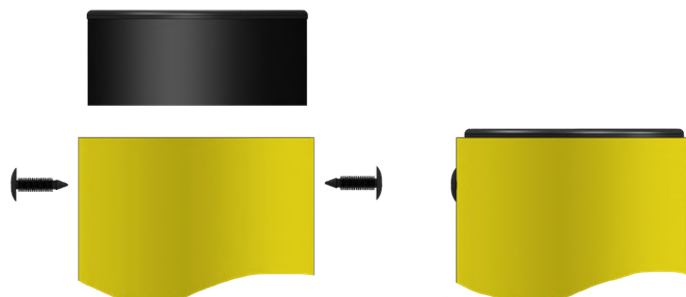

Рисунок 4. Встановлення кришок стовпів.
5. Верхівки стовпів закрити кришками. Для фіксації кришок просвердлити отвори діаметром 7 мм на відстані 20 мм від верхівки стовпа в одній площині та вставити фікси (рис. 4).